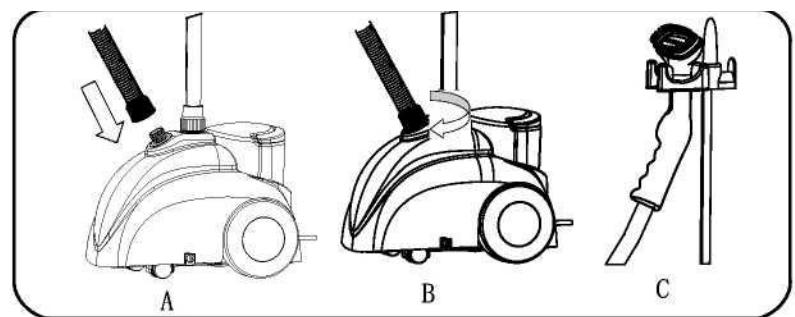

Рис. 4
- A. Установите конец шланга на штуцер на корпусе отпаривателя (Рис. 4-А)
- В. Поворачивайте муфту на шланге по часовой стрелке до полной затяжки.(Рис. 4-В). Затягивайте муфту рукой, не допускайте чрезмерных усилий.
- С. Повесьте шланг на держатель на стойке (Рис. 4-С)